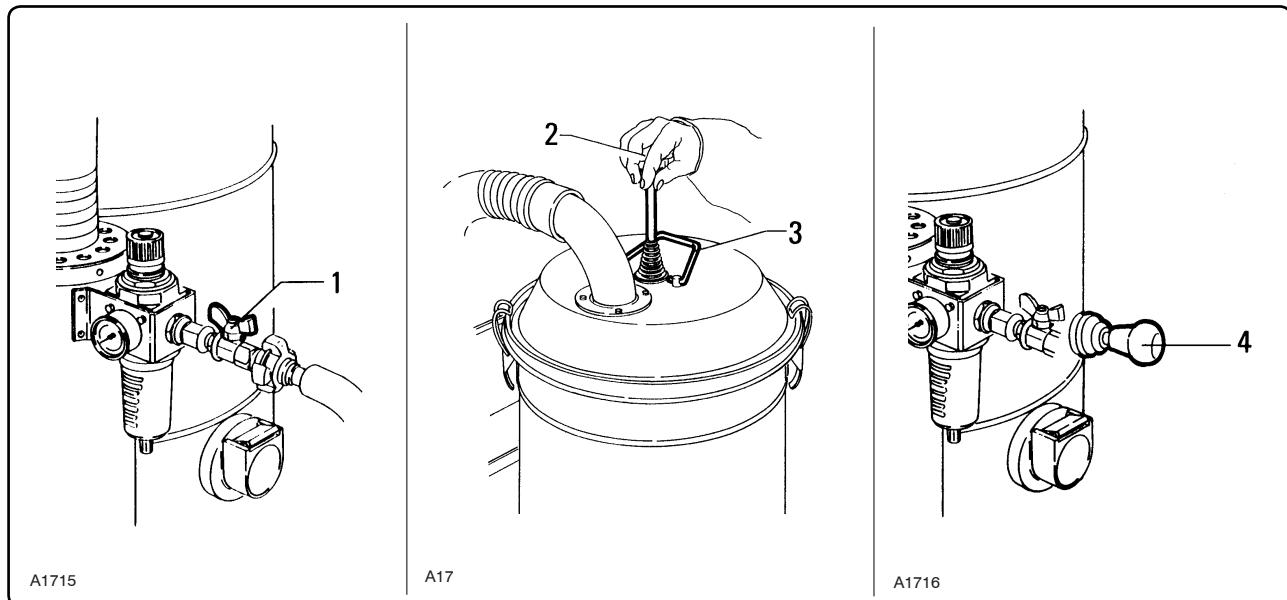

Fig. 6.5.1
6.5 - Pulizia del filtro primario (fig. 6.5.1)
6.5 - Cleaning the primary filter (fig. 6.5.1)
6.5 - Nettoyage du filtre principal (fig. 6.5.1)
6.5 - Limpieza del filtro primario (fig. 6.5.1)
- Sollevare ed abbassare il pomello "2" (fig. 6.5.1) con una certa energia a più riprese in modo da staccare la polvere dal filtro.
- *Strongly lift and lower knob "2" (fig. 6.5.1) several times in order to detach the dust from the filter.*
- Soulevez et abaissez le pommeau "2" (fig. 6.5.1) énergiquement à plusieurs reprises de manière à décoller la poussière du filtre.
- *Subir y bajar el pomo "2" (fig. 6.5.1) un poco fuerte varias veces para eliminar el polvo del filtro.*